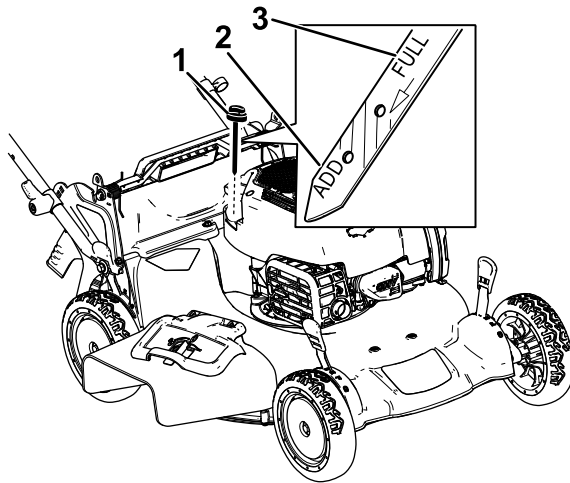

Figure 31
3. Tournez le bouchon dans le sens antihoraire et sortez la jauge (Figure 31).
10. Relevez le niveau d'huile indiqué sur la jauge (Figure 31).